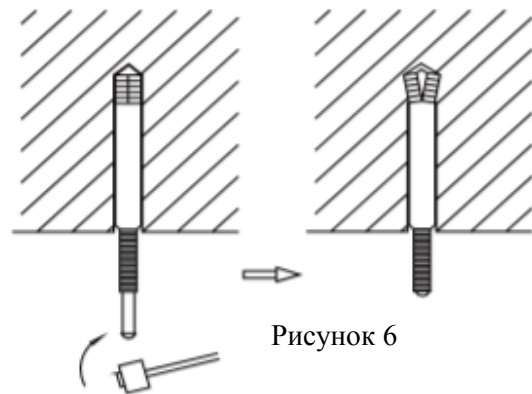

Рисунок 6
- (2) Вставте анкерні болти в просвердлені отвори і вбийте штифти в анкерні болти за допомогою молотка (Рис. 6) .
- (3) Встановіть підвіс на пристрій.